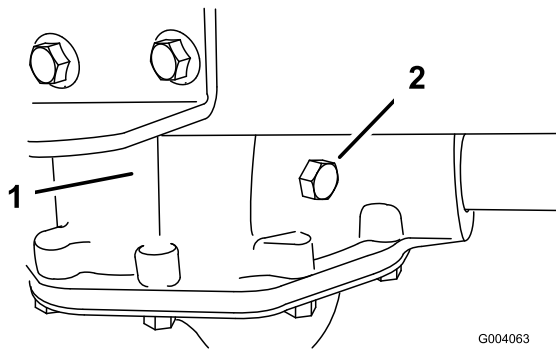

図 34
2. トランスアクスルについている点検ボルトを外す（図 34）。